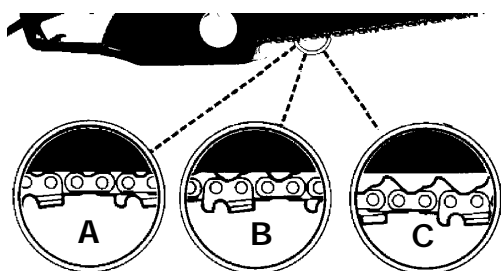

Fig. 22
REMARQUE : La tension d'une chaîne neuve doit être contrôlée fréquemment pendant son rodage, après aussi peu que cinq coupes. Les intervalles entre réglages s'espaceront rapidement (Fig. 22).
MISE EN GARDE: Si la chaîne est TROP TENDUE ou PAS ASSEZ, le pignon, guide-chaîne, chaîne et roulements de vilebrequin s'useront plus rapidement. Etudier la Fig. 22 pour tout renseignement concernant la tension appropriée pour moteur chaud (A) ou froid (B), et comme guide indiquant quand la chaîne a besoin d'être ajustée (C).